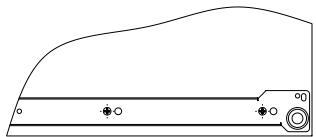

Рис.1
1. При помощи винтов 5x10.5 установить направляющие длиной 300 на боковины 2, 3. **Внимание:** данные направляющие закрепляются во вторые (большие) отверстия. Установить полочки направляющих на выдвижной полке 2 (Рис.1).